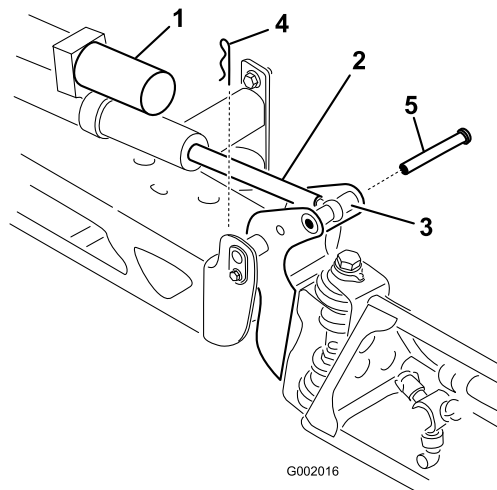

図 36
2. ピボット・ピンからコッター・ピンを抜き取る(図 36)。
3. ブームを持ち上げて、ピンを外す(図 36)。ブームをゆっくりとハードストップまで降下させる。
6. ブームを持ち上げて、ピボットをアクチュエータ・ロッドに整列させる。ブームを支えながら、ブームのピボットとアクチュエータ・ロッドにピンを通す(図 36)。